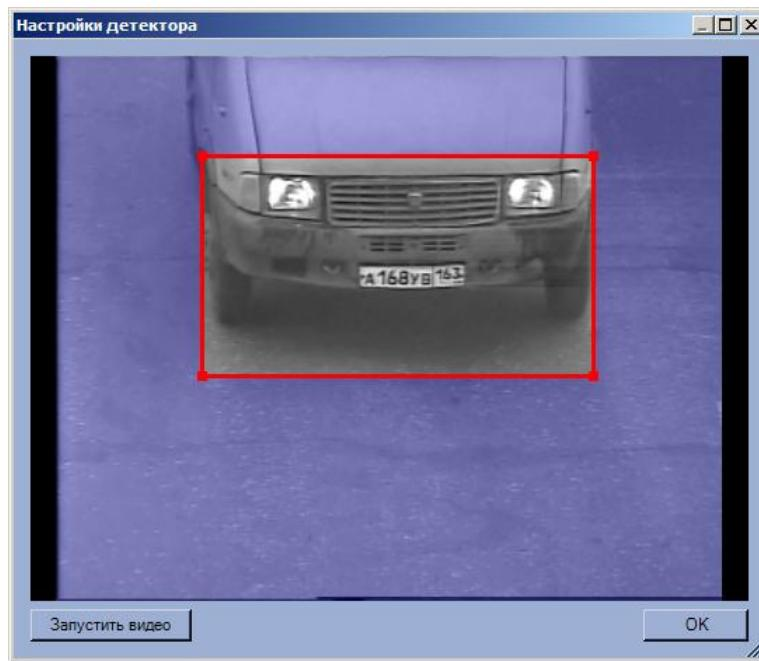

Рис. 7.2—27. Интерфейс настройки детектора (режим «Стоп кадр»)
*Примечание. Выделить требуемую область зоны аналогичным образом можно также непосредственно в режиме «Живое видео» (см. Рис. 7.2—27).*